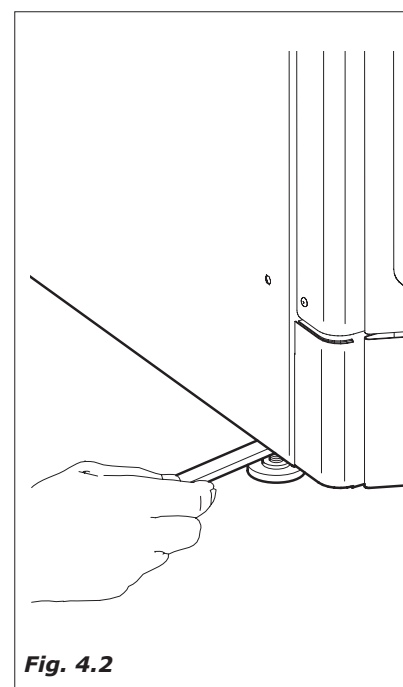

Fig. 4.2
- Posizionare il distributore, curandone il livellamento mediante i piedini regolabili precedentemente montati sul mobile (Fig.4.2). Assicurarsi che il distributore non abbia un'inclinazione superiore ai 2°.